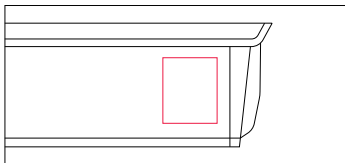

Figure 7
2. Veuillez noter le numéro de série figurant sur la batterie, sous le code-barres (fig.7), à l'intérieur de la couverture de ce manuel, afin de faciliter le signalement des pannes. Les produits dont le numéro de série et/ou le code-barres ont été